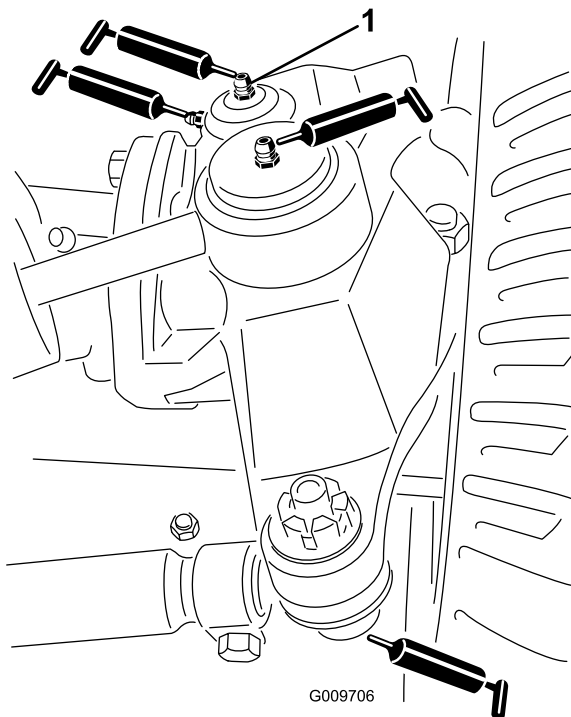

Figura 48
- Articulaciones esféricas del cilindro de dirección (2) (Figura 48)
- Rótulas de las barras de acoplamiento (2) (Figura 48)
- Casquillos del pivote de dirección (2) (Figura 48). **El engrasador superior del pivote de dirección debe lubricarse solamente cada año (2 aplicaciones).**